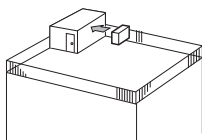

Fig. 2-4
- 1) Orientați gura de evacuare a aerului către cel mai apropiat perete la circa 35 cm distanță față de perete. (Fig. 2-4)